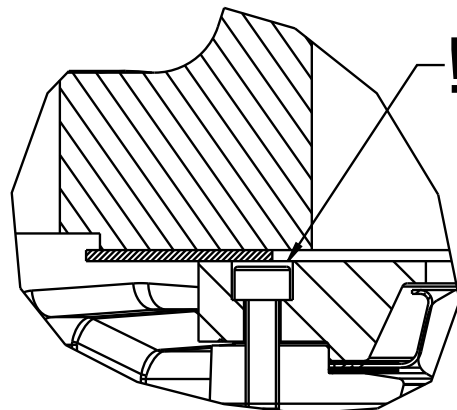

Fig. 24
- La compression d'étanchéité entre la bague de siège (pos.10), et le cas échéant le joint (pos 9/24), et le corps (Fig. 24) est obtenue par le serrage de la boulonnerie de la bride. Ceci doit être pris en compte lors de la détermination des couples de serrage de la boulonnerie nécessaires à l'étanchéité en service.
- La vanne papillon doit être centrée par rapport aux brides et les brides parallèles les unes aux autres. Sinon il y a un risque de fuite du fluide par les trous des vis dans la contre-bride (Fig. 24).